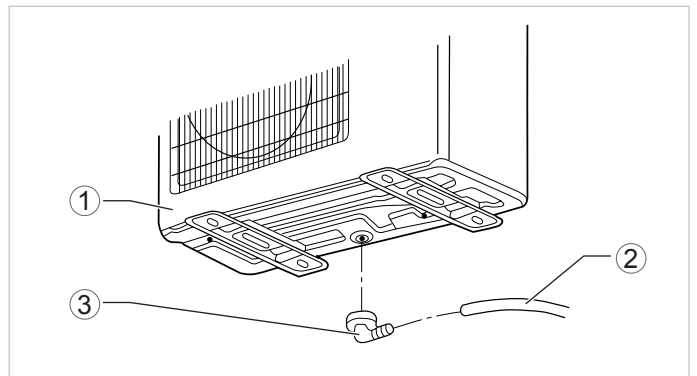

Abb. 10.1 Montage des Ablaufkrümmers für den Kondensatschlauch.
- Setzen Sie den Ablaufkrümmer in das Loch an der Unterseite des Aussengerätes und drehen Sie ihn um 90 Grad, um ihn zu befestigen (siehe Abbildung 10.1).